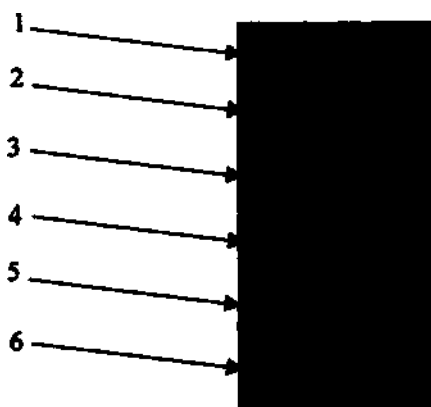

Рисунок 18 – Панель инструментов
Основная область «Панель инструментов» представляет из себя набор вкладок, использующихся для управления перекрывающимися разделами в пользовательском интерфейсе. Одновременно отображается содержимое только одной вкладки. В панели инструментов находятся все функции по управлению, редактированию проекта и созданию моделей (Рисунок 18).
- параметры объемной модели (поз. 1, Рисунок 18);
- калибровка (настройка) (поз. 2, Рисунок 18);
- импорт моделей (поз. 3, Рисунок 18);
- сегментация (поз. 4, Рисунок 18);
- построение сечений (поз. 5, Рисунок 18);
- выгрузка данных (поз. 6, Рисунок 18)